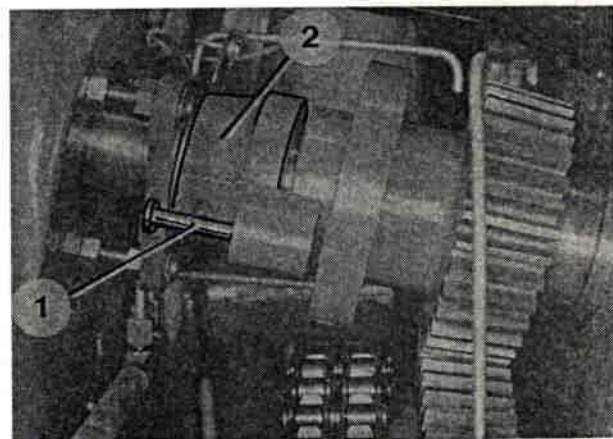

Bild 258
4. Antrieb der Drehzylinder so verdrehen, daß die Bohrungen fluchten und der neue Abscherbolzen (Bild 258/1) eingesetzt werden kann.
5. Linke Antriebshälfte (Bild 258/2) an die rechte andrücken, Halteblech einsetzen und festschrauben.